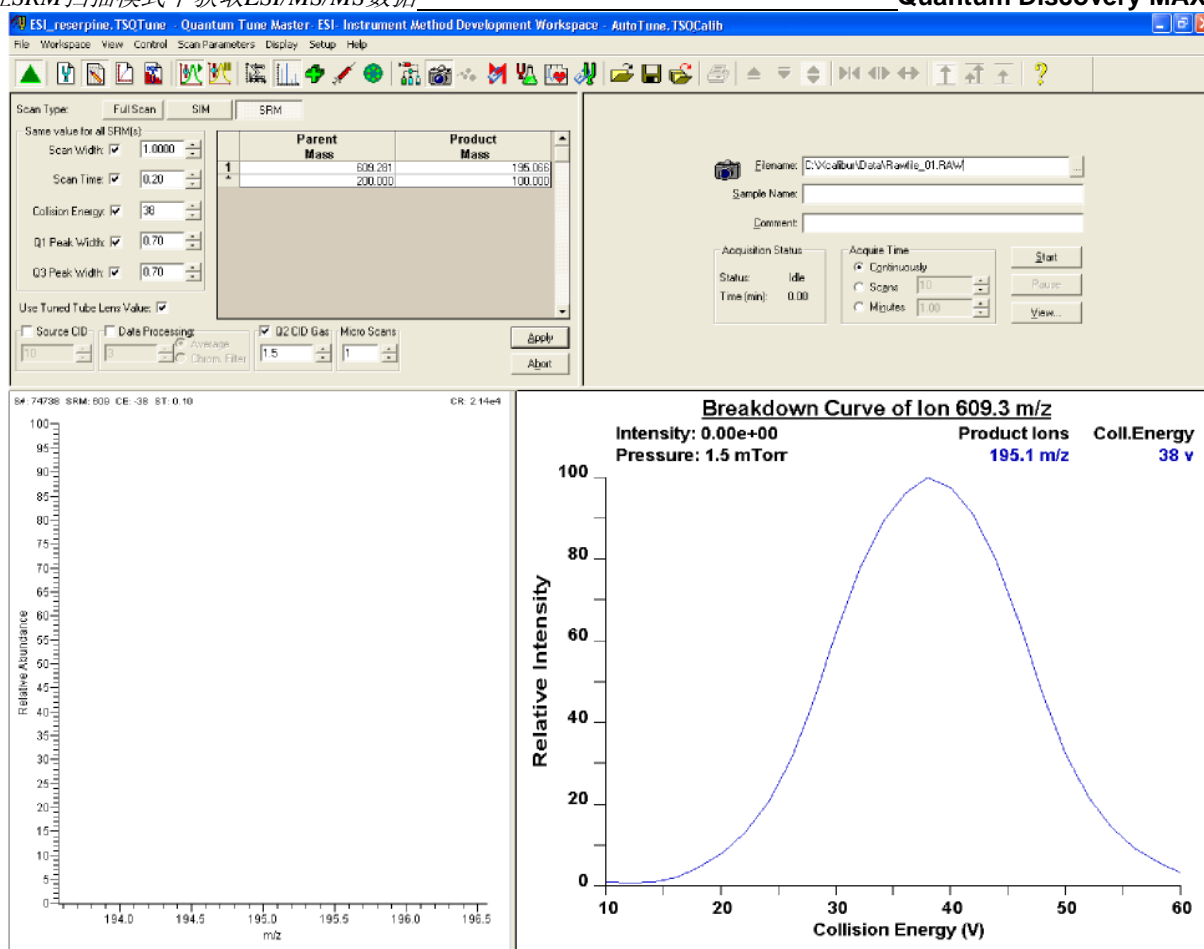

图5-7. 仪器方法建立工作区域
4. 在Control / Scan Mode（控制/扫描模式）工具栏上点击Instrument Method Development Workspace（仪器方法建立工作区域）按钮打开Instrument Method Development（仪器方法建立）工作区域，见图5-7。